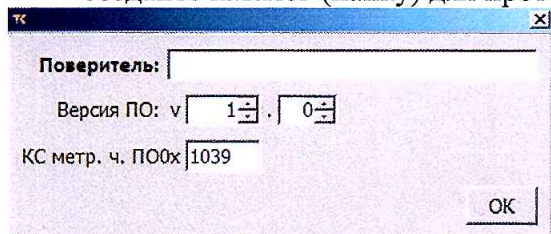

Рис.3
- укажите «ФИО» поверителя (рис.3);
- версию и контрольную сумму метрологической части ПО поверяемого ВКТ-9 (рис.3);